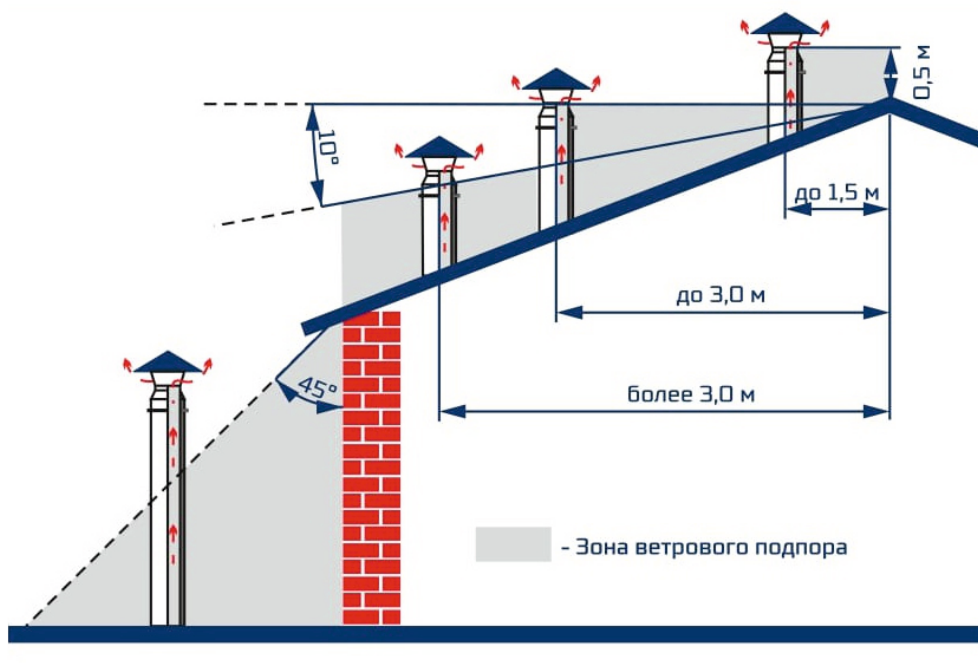

Рисунок 4. Вылет дымовой трубы в зависимости от конструкции кровли.
8. Для получения нормального режима горения топлива и создания тяги необходимо иметь прямую дымовую трубу. В случае необходимости допускается прокладывать горизонтальные газоходы (борова) длиной не более 1,5 м. Высоту дымовой трубы над крышей (в зависимости от расстояния ее до конька крыши) рекомендуется выполнить как показано на рис. 4.